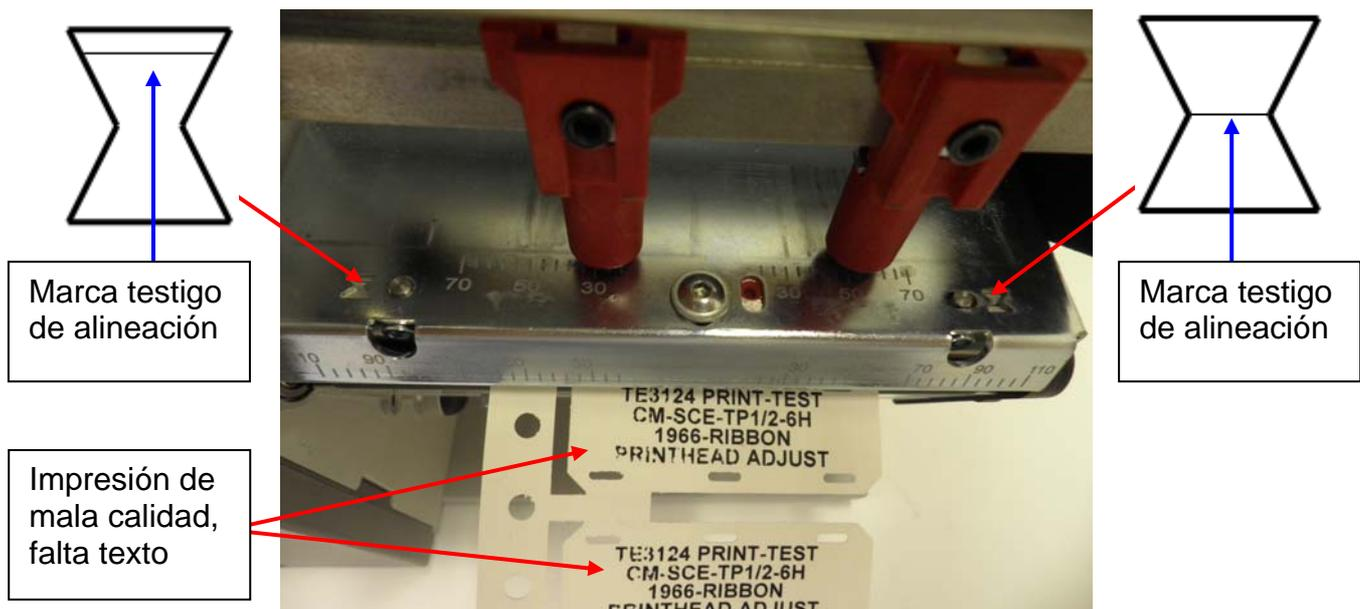

Imagen 4: ejemplo de impresión que requiere alineación del cabezal.
3.2. La imagen 4 muestra una alineación incorrecta del cabezal, lo que causa una impresión de mala calidad (desequilibrio, como demuestran las marcas testigo de alineación **NO** situadas a la misma distancia)